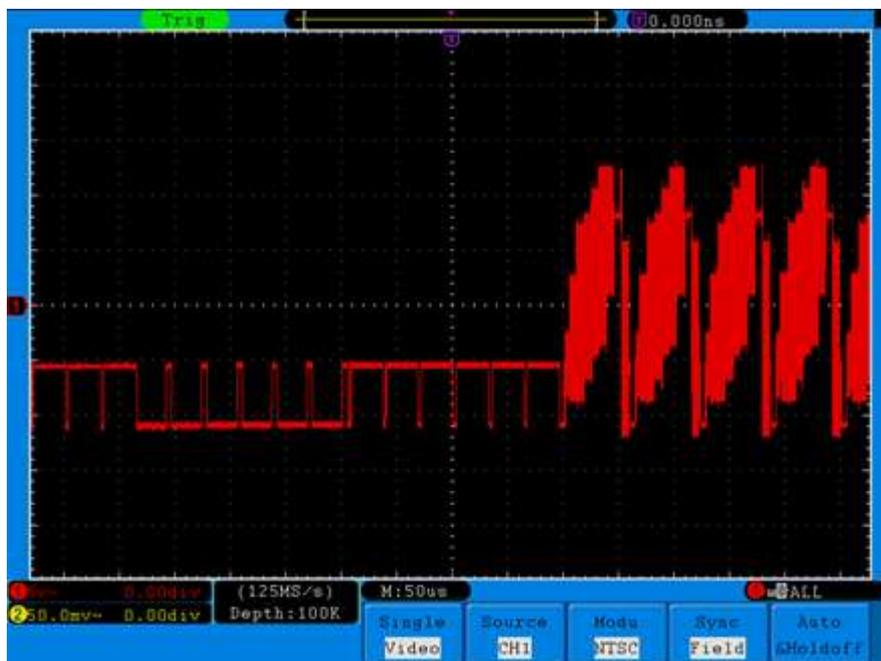

Figura 7-7 Forma de Onda Capturada do Disparo de Campo de Vídeo
- (1) Pressione o botão **Trigger Menu** para acessar o menu de disparo.
- (2) Pressione o botão **H1** para exibir o menu de tipo de disparo.
- (3) Pressione **F1** para definir **Single** para o tipo.
- (4) Gire o knob **M** para selecionar **Video** para o modo.
- (5) Pressione o botão **H2** para exibir o menu de fonte (Source).
- (6) Pressione o botão **F1** para selecionar **CH1** como fonte de sinal de disparo.
- (7) Pressione o botão **H3** para exibir o menu de modulação (Modu).
- (8) Pressione o botão **F1** para selecionar **NTSC** para modulação.
- (9) Pressione o botão **H4** para exibir o menu de sincronismo (Sync).
- (10) Pressione o botão **F2** para definir sincronismo de Campo (**Field**).
- (11) Gire os knobs **VOLTS/DIV**, **VERTICAL POSITION** e **SEC/DIV** para obter uma exibição apropriada da forma de onda (veja *Figura 7-7*).